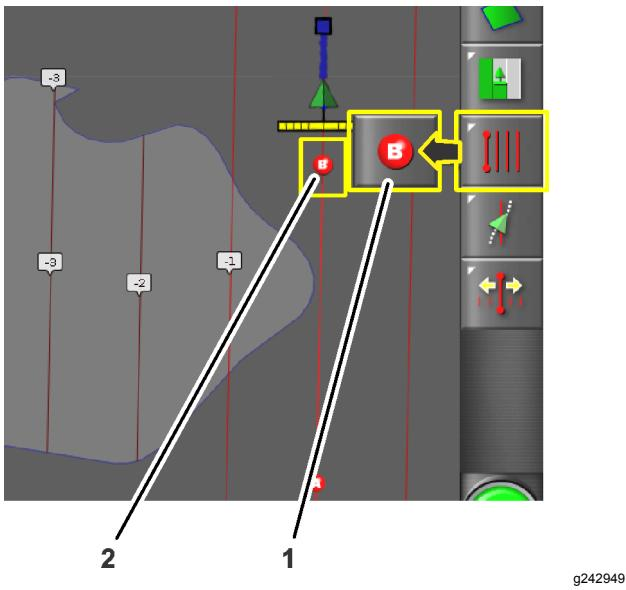

Figura 13
6. Conduzca la máquina al otro lado del perímetro de la parcela hasta el lugar al que desea que se refiera la línea de guía AB (Figura 13).
7. Pulse el icono Fijar punto B (Figura 13).